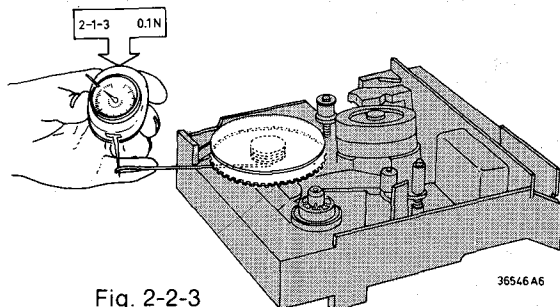

Fig. 2-2-3
- Dieser Druck muss so hoch sein, dass bei freigewordener Wickeltellerbremse (Stellung "wind") die Gegenkraft $1,3 \pm 0,2$ mNm ist (gemessen mit einer Kordel um einen Wickelteller mit kleinem Dorn ist das in rutscher Lage 0,1 N) (Fig. 2-2-3). Das
Dorn, 0,1 N sein (Fig. 2-2-3).